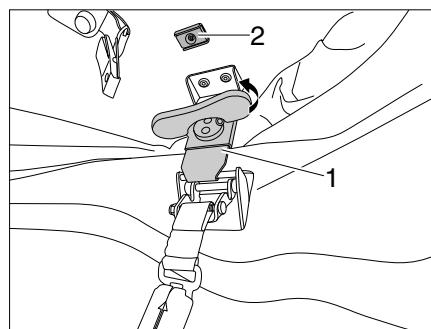
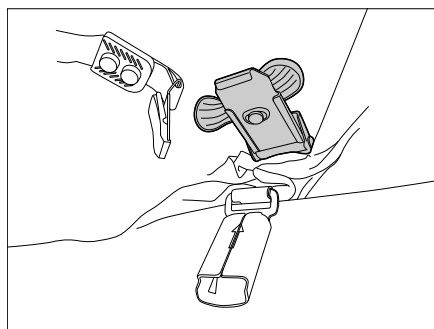

Bild 10 Verriegelungen entspannen
Bild 11 Verriegelung fixieren
- Drehgriffe der linken und rechten Verriegelung (Bild 10,1) aufstellen und gegen den Uhrzeigersinn drehen, bis die Verriegelungen entspannt sind.
- Drehgriff wieder nach unten klappen und den Verriegelungsmechanismus am Magnet (Bild 10,2) fixieren (Bild 11).